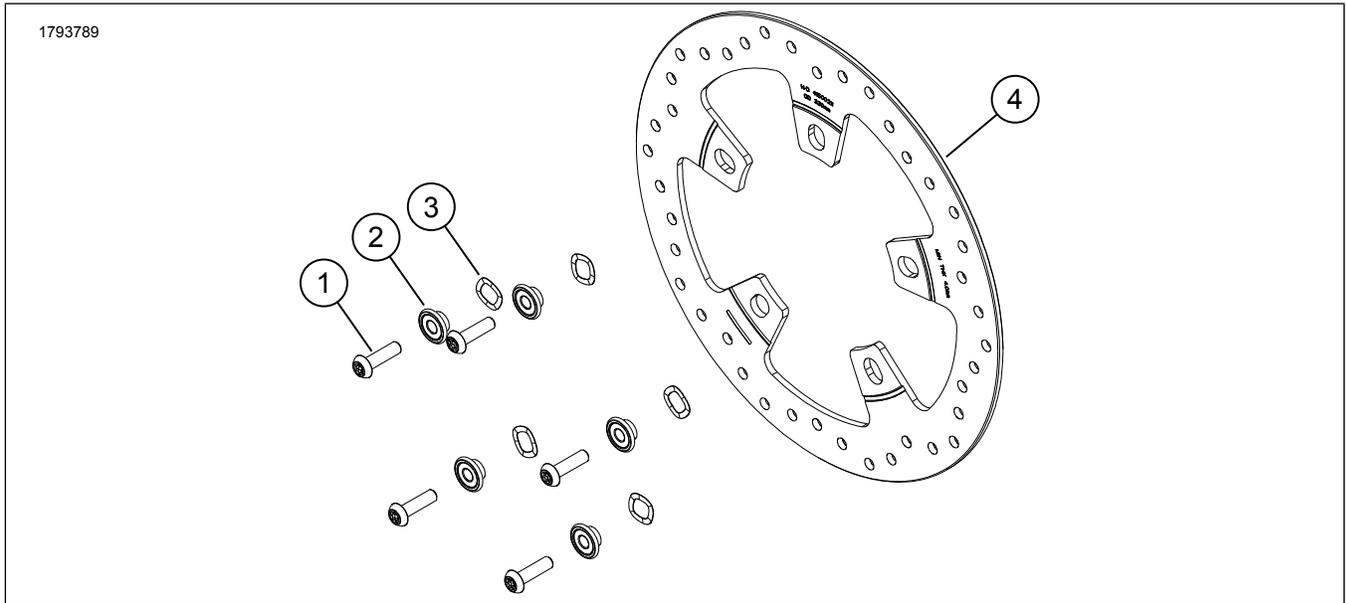

Figure 1. Contenu du kit : Rotor de frein avant poli (320 mm)
3. Voir la figure 1. Installer des rondelles élastiques (3), les bagues (2) et les vis (1).
4. Serrer les vis (1).